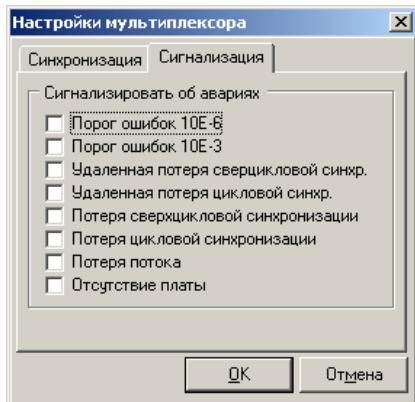

Рисунок 28
- выбрать вкладку «сигнализация» (рис. 28);